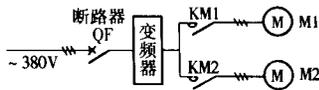

图 1-1-8 交流接触器应用电路
(2) 1 台变频器拖 2 台(或多台)时的应用, 如图 1-1-8 所示。 KM1 闭合, 电动机 M1 变频